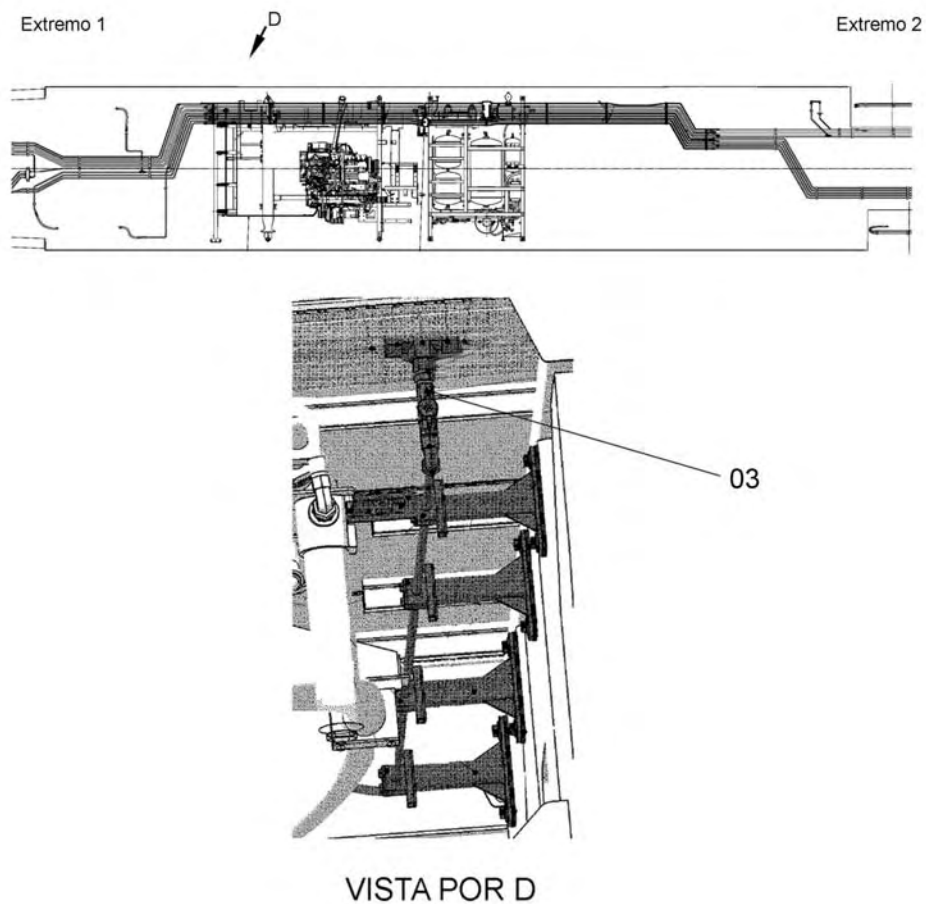

Figura 2-18. Llave alimentación de aire al motor
2.5.1.5 Módulo Motor Lado Opuesto Cabina L.O.C. (figura 2-18)